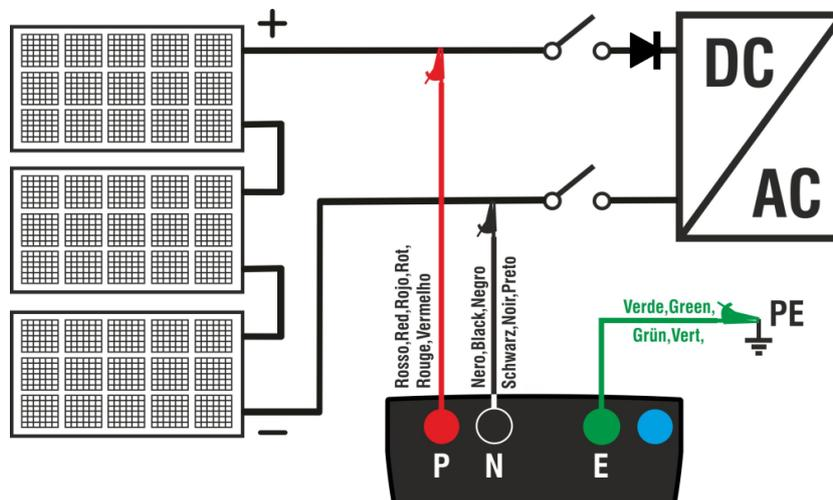

Fig. 6: Conexión instrumento para medida de aislamiento en modo DUAL
6. Conecte el instrumento al string FV en prueba como se muestra en Fig. 6. La prueba también se puede realizar en varias strings en paralelo entre sí. Recuerde que los descargadores conectados a los cables del string / strings también deben estar desconectados y que es recomendable realizar la medición aguas arriba de los diodos de bloqueo